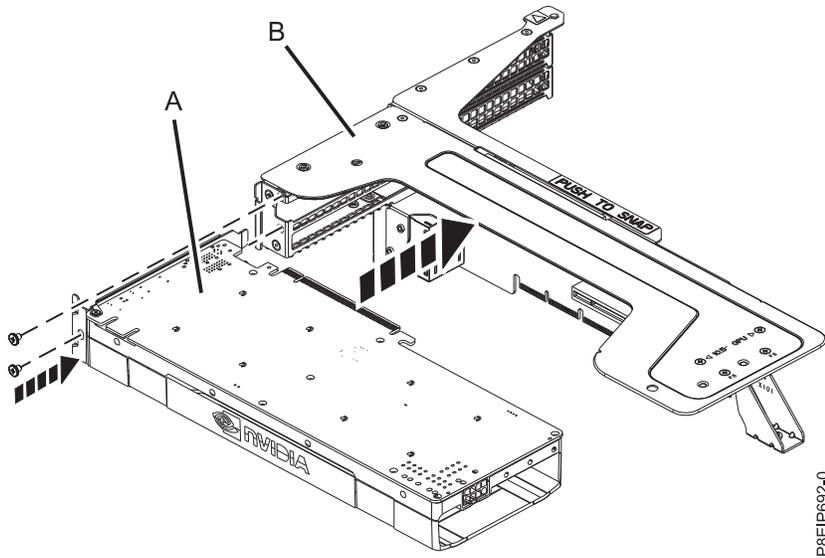

図 22. ライザーへの GPU の挿入
- a. 保持ピン (A) を引っ込めて、矢印がシステムを指すようにします。
- e. GPU (A) を PCIe アダプター・ライザー (B) に挿入します (28 ページの図 22 を参照)。